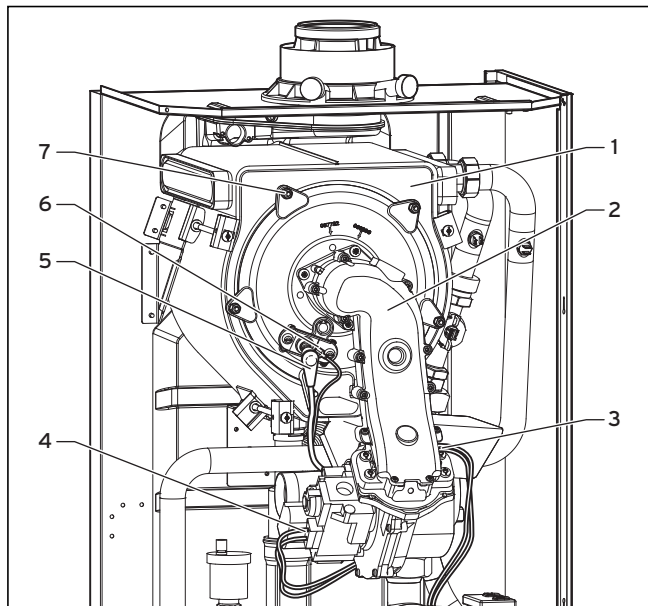

Fig. 10.2 Smontaggio del modulo termico compatto
- Inserire il modulo termico compatto (2, fig. 10.2) sullo scambiatore termico a condensazione integrale (1, fig. 10.2).
- Serrare i cinque dadi (7, fig. 10.2) e il supporto per il tubo di aspirazione dell'aria in senso incrociato, fino a quando lo sportello del bruciatore non si è posizionato uniformemente sulle superfici di arresto.
- Inserire il cavo di accensione (5, fig. 10.2) e il cavo di massa (6, fig. 10.2).
- Inserire il cavo (3, fig. 10.2) sul motore del ventilatore e il cavo (4, fig. 10.2) sulla valvola del gas.